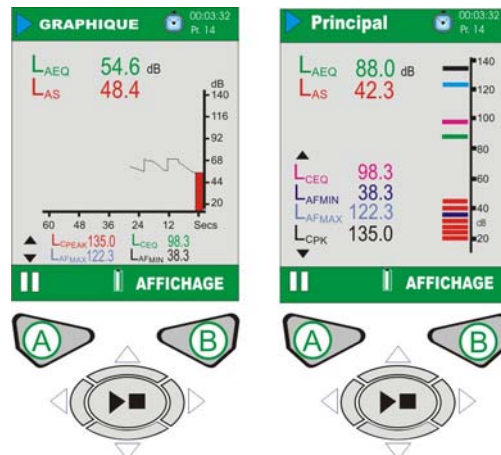

Figure 13 CEL-620A Écrans de prise
**CEL-620A (consulter la figure 13).** Les valeurs de large bande peuvent être affichées comme graphique barre sur l'écran principal ou comme historique de temps graphique sur l'écran de graphique. Appuyer sur la touche (B) Affichage, bascule entre les écrans de graphique et principal.